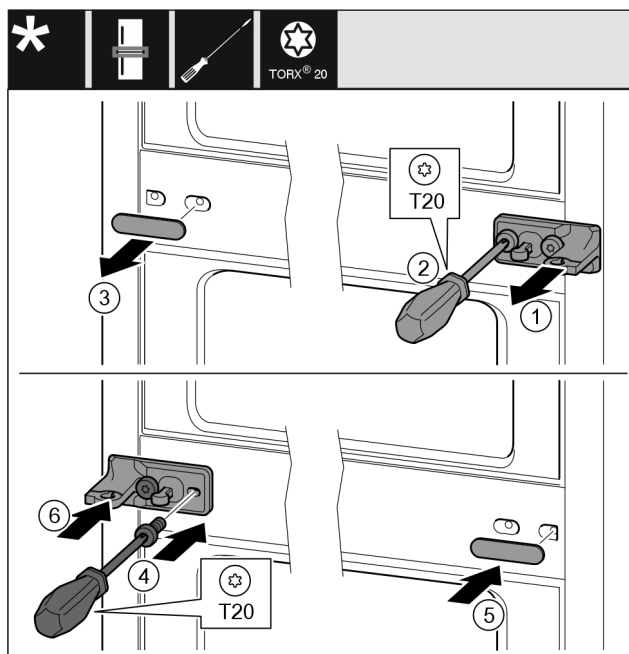

Fig. 12
- ▶ Stáhněte podložku Fig. 12 (1).
- ▶ Šroubovákem vyšroubujte šrouby Fig. 12 (2).
- ▶ Opatrně stáhněte kryt Fig. 12 (3).
- ▶ Stojan ložiska s fólií Fig. 12 (4) otočený o 180° pevně přišroubujte na druhé straně.
- ▶ Kryt Fig. 12 (5) otočený o 180° připevněte na druhé straně.
- ▶ Zepředu nasuňte podložku Fig. 12 (6).